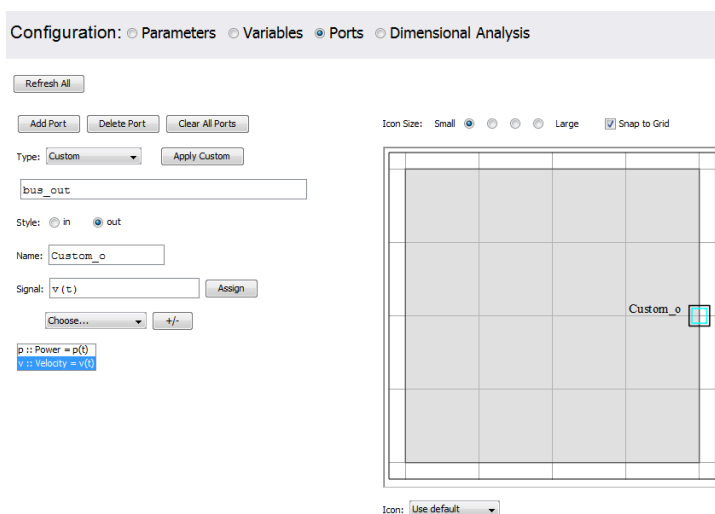

図6.10 カスタムポートの使用
14. このセクションの下部にあるドロップダウンメニューとリストボックスを使用して、Power 変数を  $p(t)$  に、Velocity 変数を  $v(t)$  に割り当てます。 **図6.10 「カスタムポートの使用」** に、テンプレートの完成したポートセクションを示します。